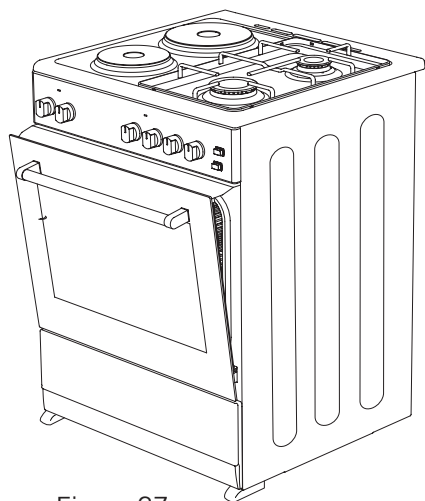

Figura 27
2. Coloque el panel de seguridad debajo del panel de control abriendo el cristal de la cobertura frontal del horno. (Figura 27)